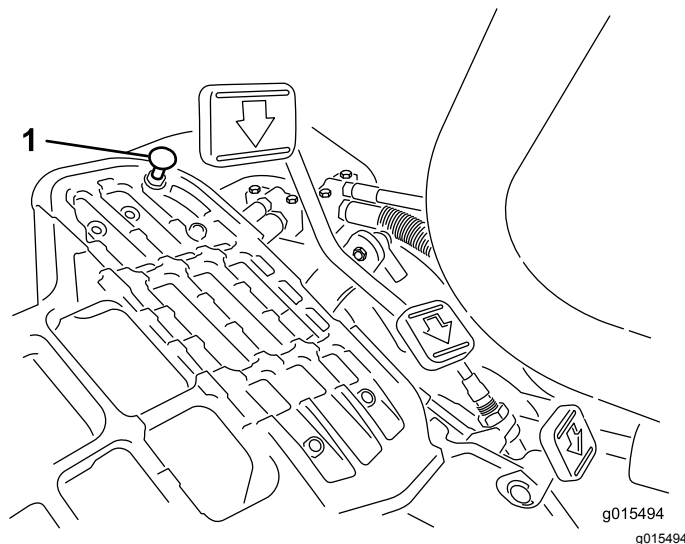

Figura 32
Per ottenere la velocità massima di trasferimento mettete la leva di comando delle funzioni in posizione di TRASFERIMENTO e premete il pedale di trazione. Se il pedale tocca il fermo (Figura 32) prima che avviate la tensione sul cavo, effettuate la seguente procedura di regolazione:
1. Spostate la leva di comando delle funzioni in posizione di TRASFERIMENTO e allentate il dado di bloccaggio che fissa il fermo del pedale alla piastra di appoggio (Figura 32).